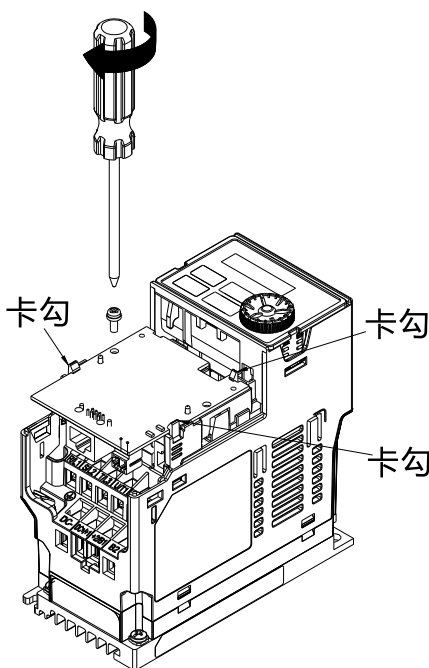

图8-20
6. 确认三个卡勾确实卡住配件卡后，锁上螺丝（螺丝扭力建议值：4~6 kg-cm [3.5~5.2 lb-in.] [0.39~0.59 Nm]），如图 8-20 所示。